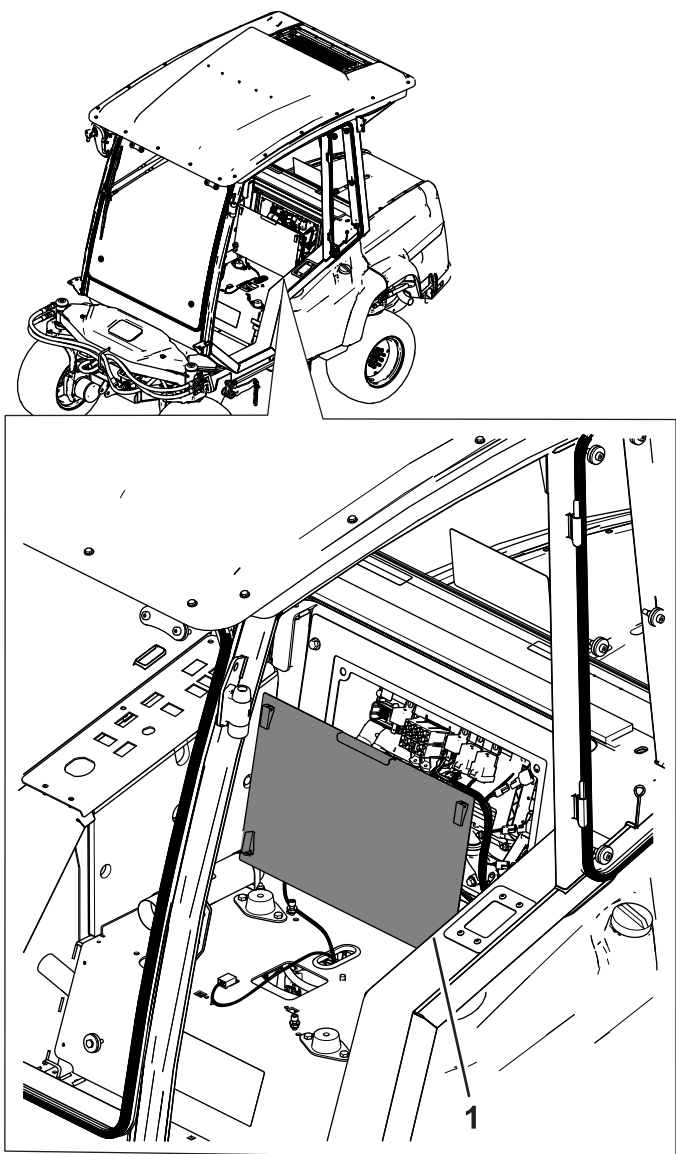
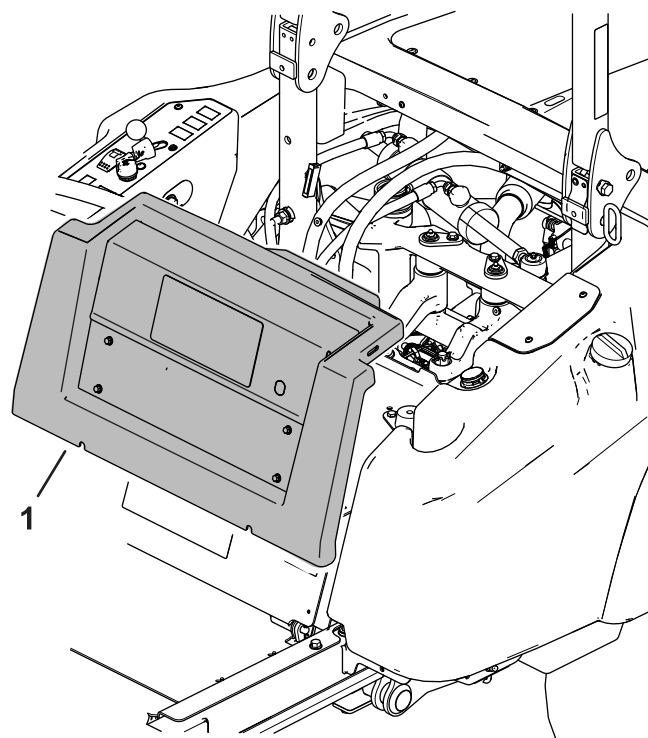

Bild 1
Bild 2
3. Kippen Sie die hintere Abdeckung nach vorne oder entfernen Sie diese, um Zugang zu den Kabeln zu erhalten (Bild 1 oder Bild 2).